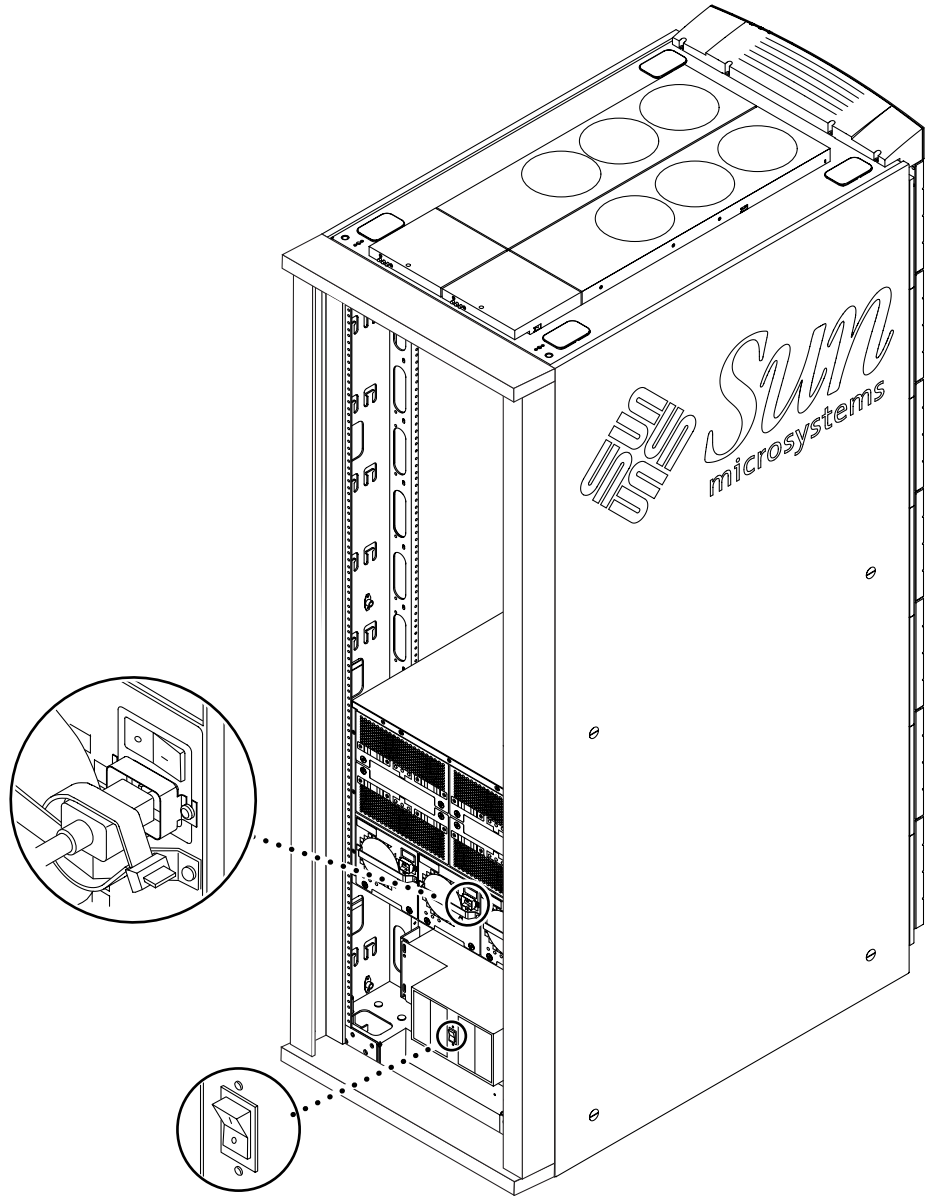

FIGURE 3-6 Emplacements des interrupteurs d'alimentation sur le système Sun Fire
1. **Assurez-vous que les interrupteurs d'alimentation de l'armoire Sun Fire sont sur la position hors tension (FIGURE 3-6).**